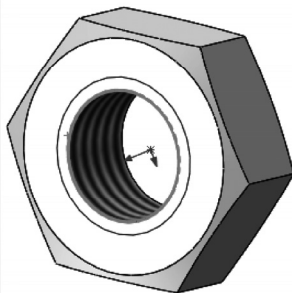

图 7-52 设置装饰螺纹线参数
**05** 创建螺纹孔特征。单击“注解”菜单栏中“装饰螺纹线”按钮，弹出“装饰螺纹线”属性管理器；选择螺纹孔的边线作为“螺纹设定”中的圆形边线，设置终止条件为“通孔”，在“次要直径”文本框中设置次要直径为12.00mm，其他选项设置如图7-52所示，单击“确定”按钮，完成螺纹孔的创建，如图7-52所示。